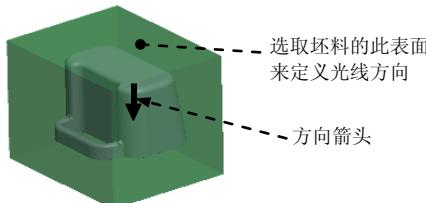

图 4.8 选取平面
Step4. 在 **▼ CHAIN (链)** 菜单中选择 **Feat Curves (特征曲线)** 命令；然后在系统 **选择包含曲线的特征** 的提示下，用“列表选取”的方法选取前面创建的轮廓曲线：将鼠标指针移至模型中曲线的位置，右击，选择 **从列表中拾取** 命令；在系统弹出的“从列表中拾取”对话框中选取 **F7 (SILH_CURVE_1)** 选项，然后单击 **确定 (O)** 按钮；在 **▼ CHAIN (链)** 菜单管理器中选择 **Done (完成)** 命令，系统会提示 **所有元素已定义。请从对话框中选择元素或动作。**。
Step5. 定义光线投影的方向。在“裙边曲面”对话框中双击 **Direction (方向)** 已定义元素。在系统弹出的 **▼ GEN SEL DIR (一般选择方向)** 菜单中选择 **Plane (平面)** 命令，然后在系统 **选择将垂直于此方向的平面** 的提示下，选取图 4.8 所示的坯料表面；将投影的方向切换至图 4.8 中箭头所示的方向，然后选择 **Okay (确定)** 命令。